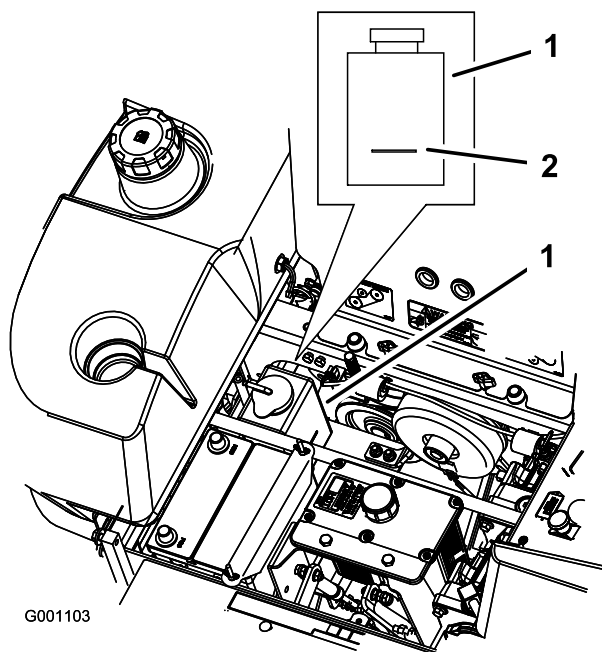

Рисунок 83
3. Проверьте уровень жидкости в расширительном бачке системы охлаждения на холодном двигателе. Уровень жидкости должен доходить до выпуклой линии на наружной стороне расширительного бачка (Рисунок 83).
4. Если уровень охлаждающей жидкости низкий, долейте в расширительный бачок смесь антифриза с увеличенным сроком службы / Dex-Cool® с водой в соотношении 50/50 (Рисунок 83).
5. Долейте смесь охлаждающей жидкости с водой в соотношении 50/50 в расширительный бачок до контрольной линии на бачке (Рисунок 83).